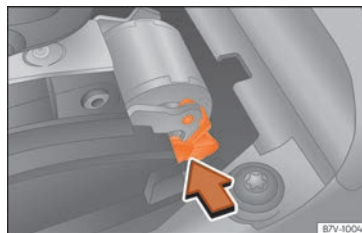

Abb. 239 Wählhebelsperre notentriegeln.
- Entriegelungshebel **»» Abb. 239** in Pfeilrichtung drücken und in dieser Position halten.